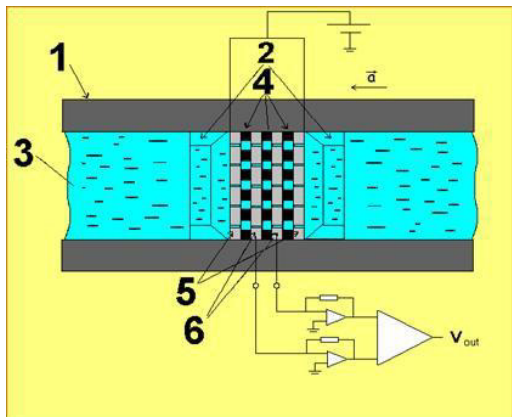
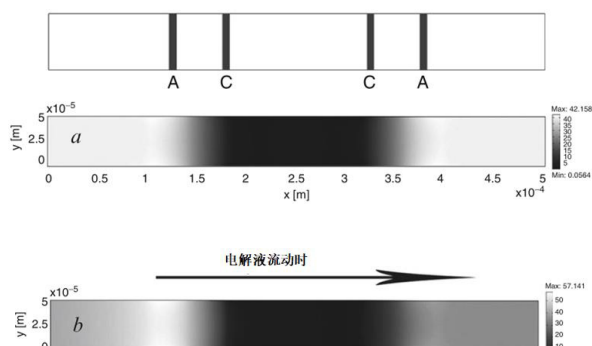

图 2. 1- 电介质管 (换能器外壳); 2- 微孔陶瓷片; 3- 电解质溶液, 5, 6- 电极
图 3 碘离子浓度在静止状况下 (中图) 流动状态下 (下图) 的分布其中 A 为正电极; C 为负电极 明亮的地方为电流密度大, 黑暗的地方为电流密度小
电化学地震计 (MET) 的核心部分密封在一个小容器 (Cell) 内, 其中包括铂金组成的带有微孔的两个正负电极对以及将正负电极隔开的、不导电的微孔陶瓷垫片。小容器内充填含三碘离子或碘离子的电解液, 正负电极之间施以微小的直流偏移电压 (图 2)。在地面静止时, 碘离子在两个正负电极对之间积累的电荷密度平衡, 无电流流动; 当有地面运动 (如地震) 时, 电解液跟着运动, 导致电极间的电荷密度发生改变: 两个负电极 (C) 之间的碘离子密度差异最大 (图 3), 于是产生于地面运动相一致的电流活动, 该电流活动经过放大、滤波、数字化等一系列电路处理后, 即为地震活动的表示。